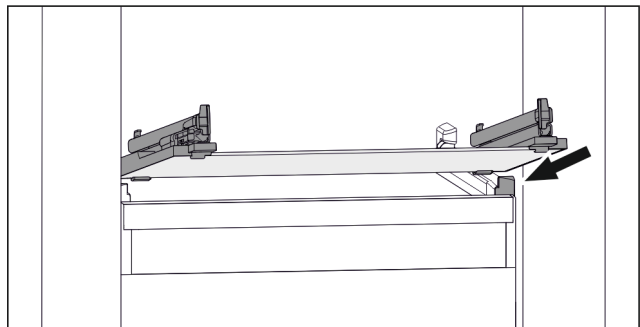

Fig. 73 Примерно изображение на стъклената плоча
- ▶ Поставете стъклената плоча под ъгъл зад ограничителите. (виж Fig. 73)